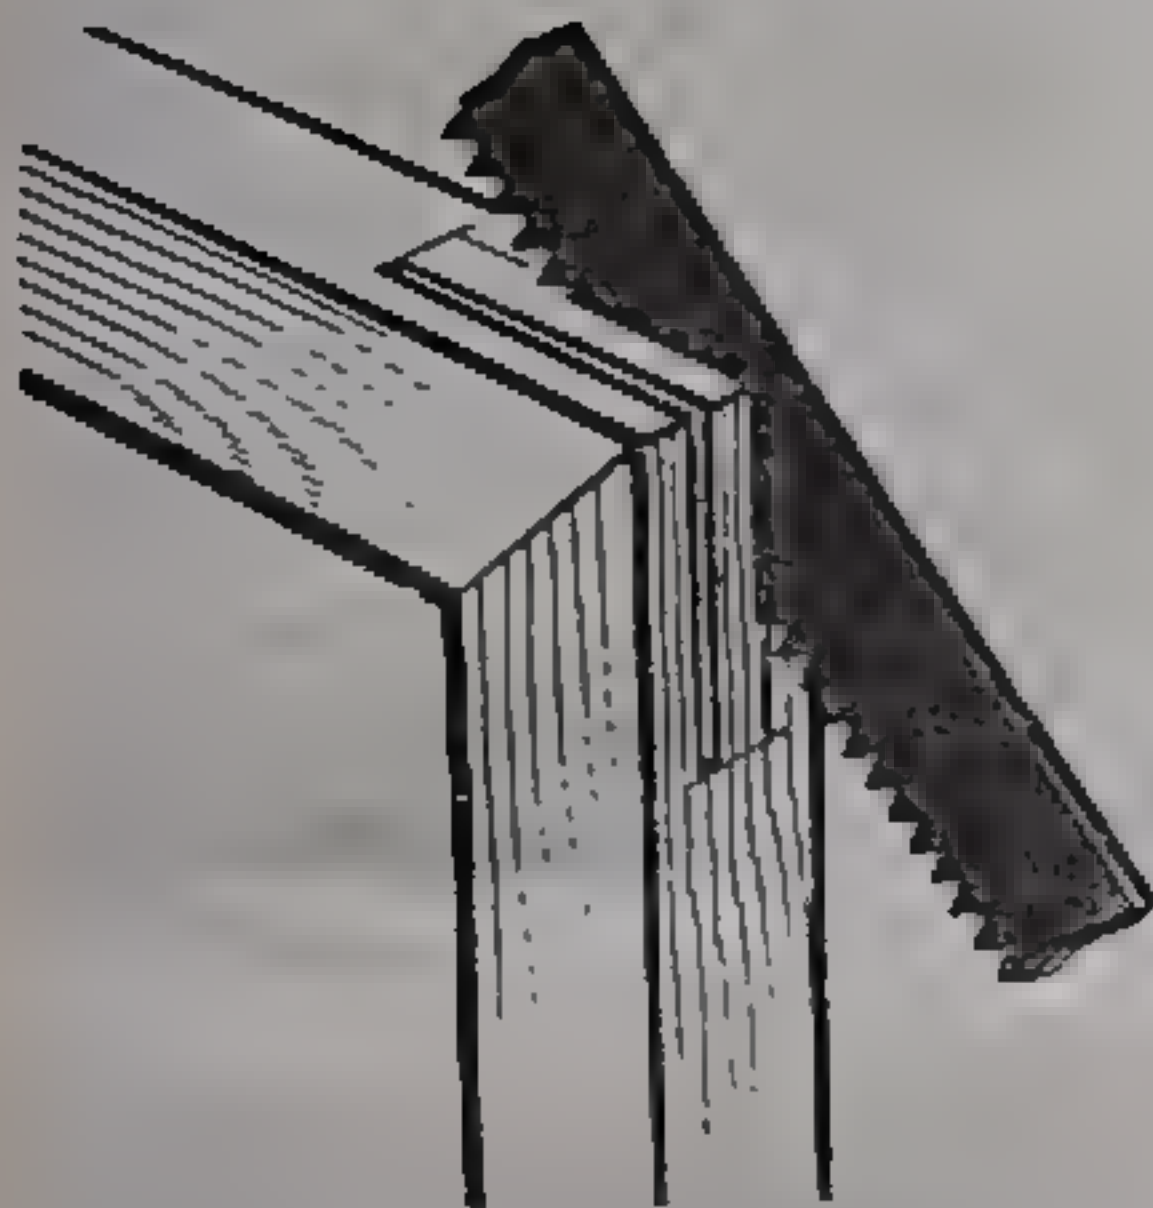

Рис. 11. Выполнение пропилов по углам рамки.
6. После высыхания клея сделать по углам рамки пропилы для вставок (рис. 11). Удалить подпиленный материал.